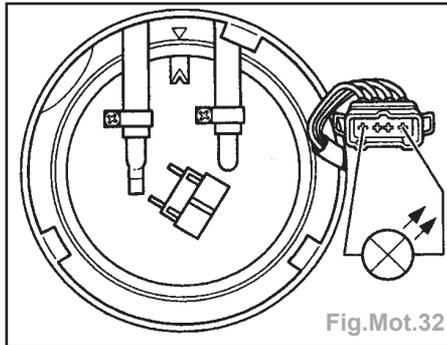

Fig.Mot.32
- brancher la lampe témoin à diodes **V.A.G 1527** avec les câbles auxiliaires de **V.A.G 1594** sur les contacts extérieurs de la fiche (Fig.Mot.32).